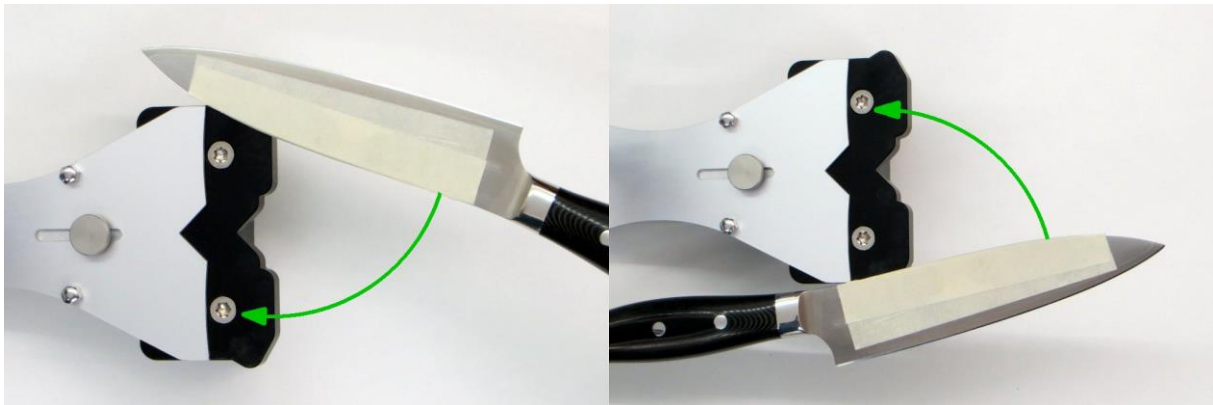

Abb. 2: Auflegen eines Messers: die Klinge am Rand der Messerauflage auflegen und dann auf die Magnete schwenken. Beim Abnehmen umgekehrt verfahren.
Weiterhin kann der Klingenspiegel des Messers abgeklebt werden, wenn er sicher kratzerfrei bleiben soll (siehe auch Abb. 2). Wenn die Anschlagplatte (4) verwendet wird, dann ist auch der Messerrücken an den Anlagestellen abzukleben. Die Messerauflage besteht aus Hart-PVC und die Anschlagplatte aus relativ weichem Edelstahl (1.4301), wodurch „Gebrauchsmesser“ auch ohne Abkleben ausreichend geschützt sind.
Anschlagplatte (4) grob einstellen (Abstand zur Vorderkante einige Millimeter geringer als die Klingebreite) und bei spitz auslaufenden Klingen evtl. den Punktanschlag (21) einstecken. Messer gemäß Abb. 2 seitlich aufliegen und über eine Kante der Anschlagplatte auf die Auflage drehen. Beim Abnehmen umgekehrt verfahren, d.h. zuerst die Klinge über eine Kante von den Magneten wegdrehen und dann abnehmen.
Nach einiger Zeit bildet sich an der Unterkante der Schneide ein Grat, der - zumindest bei den gröberen Steinen - fühlbar ist. Dann ist der Schleifvorgang auf der ersten Seite abgeschlossen und das Messer wird gewendet (Abb. 2 beachten) und mit dem gleichen Stein auf der zweiten Seite geschliffen. Wenn der Grat fühlbar ist, dann wurde genau genommen bereits zu viel geschliffen. Mit einer guten Lupe (5x - 10x) kann der Anschliff auch ohne Grat beurteilt werden: die vorderste Kante der Schneide muss ein gleichmäßiges Schliffbild aufweisen.